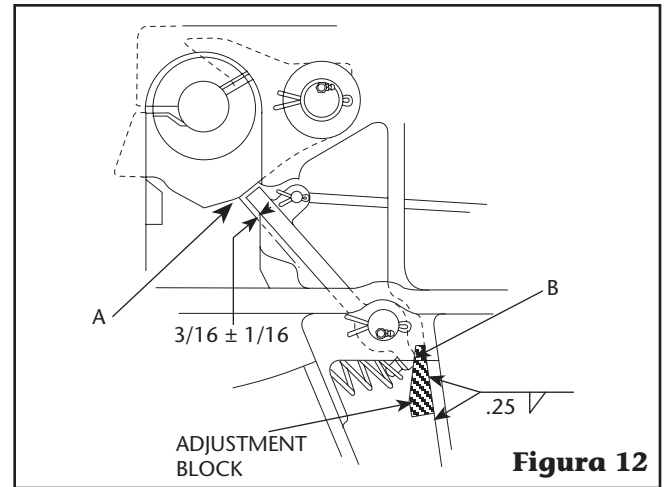

**Figura 10**
9. Cubra el orificio del pasador de bloqueo en la cerradura oscilante (6) con Never-Seez® (suministrado con el kit). **Esto es VITAL. NO UTILICE** cualquier lubricante sustituto.
10. Antes de instalar la cerradura oscilante (6), deberá colocar la cerradura secundaria (10) en su ubicación aproximada en la pieza fundida (ver **Figura 10**).
- C. Mueva la manija de bloqueo secundario a la posición cerrada. Verificar la ubicación del extremo de la cerradura secundaria en relación con la cerradura basculante. Debe estar a 3/16" (0,188") ± 1/16" (0,06) del punto (A) en la cerradura basculante (ver **Figura 10**) cuando el bloqueo secundario descansa contra la pieza fundida en el punto (B).
- D. Si el bloqueo secundario no está en la posición actual, instale un bloque de ajuste del bloqueo secundario (36) como se muestra en **Figura 10**. Mueva el bloque de ajuste hasta lograr el ajuste adecuado, luego suelde el bloque de ajuste en su posición, como se muestra en **Figura 10**. Después de soldar, verifique las dimensiones y el correcto funcionamiento de la cerradura secundaria.